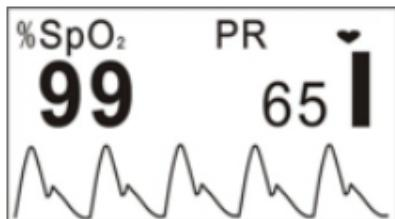
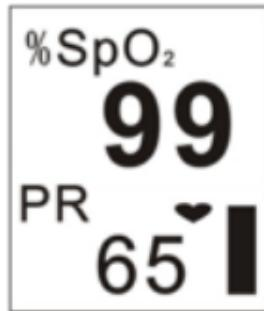
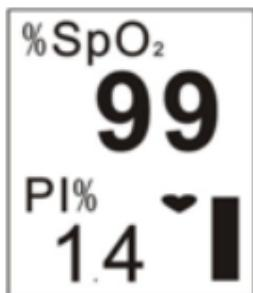

Figure 4
Figure 5
Figure 7
4. Puis entrez l'écran d'affichage des données (comme illustré à la Figure 4). L'utilisateur peut lire les valeurs et visualiser le signal à partir de l'écran d'affichage.
5. Lorsque l'affichage est identique à celui de la figure 4, appuyez sur la touche Affichage pour modifier l'écran d'affichage
- Appuyez une fois sur la touche Affichage, l'écran d'affichage (comme illustré à la figure 4) pivote de 180°.
- Appuyez deux fois sur la touche Affichage, l'écran d'affichage sera modifié comme indiqué à la figure 5.
- Appuyez trois fois sur la touche Affichage, l'écran d'affichage (comme illustré à la figure 5) pivote de 180°.
- Appuyez sur le bouton Affichage quatre fois, l'écran revient à l'écran, comme illustré à la figure 4.
- Appuyez sur la touche écran de manière circulaire, l'écran d'affichage bascule entre les deux écrans (voir figure 4 et figure 5) et les quatre directions sont affichées en alternance.
- Sur la figure 4, la SpO2 et la fréquence cardiaque sont surveillées et affichées à l'écran.
8. L'écran d'affichage (comme illustré à la figure 6 ou à la figure 7) réapparaîtra à l'écran, comme illustré à la figure 4 ou à la figure 5 si l'opération n'est pas effectuée dans les 10 secondes.